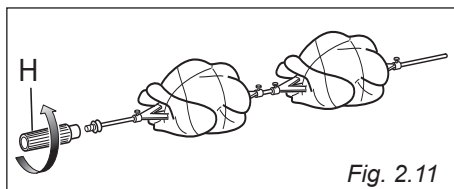

Fig. 2.11
- Infilare nell'asta le carni da cuocere avendo cura di fissarle centralmente con le apposite forchette (fig. 2.11).
- Togliere l'impugnatura atermica "H" ruotandola in senso antiorario (fig. 2.11).